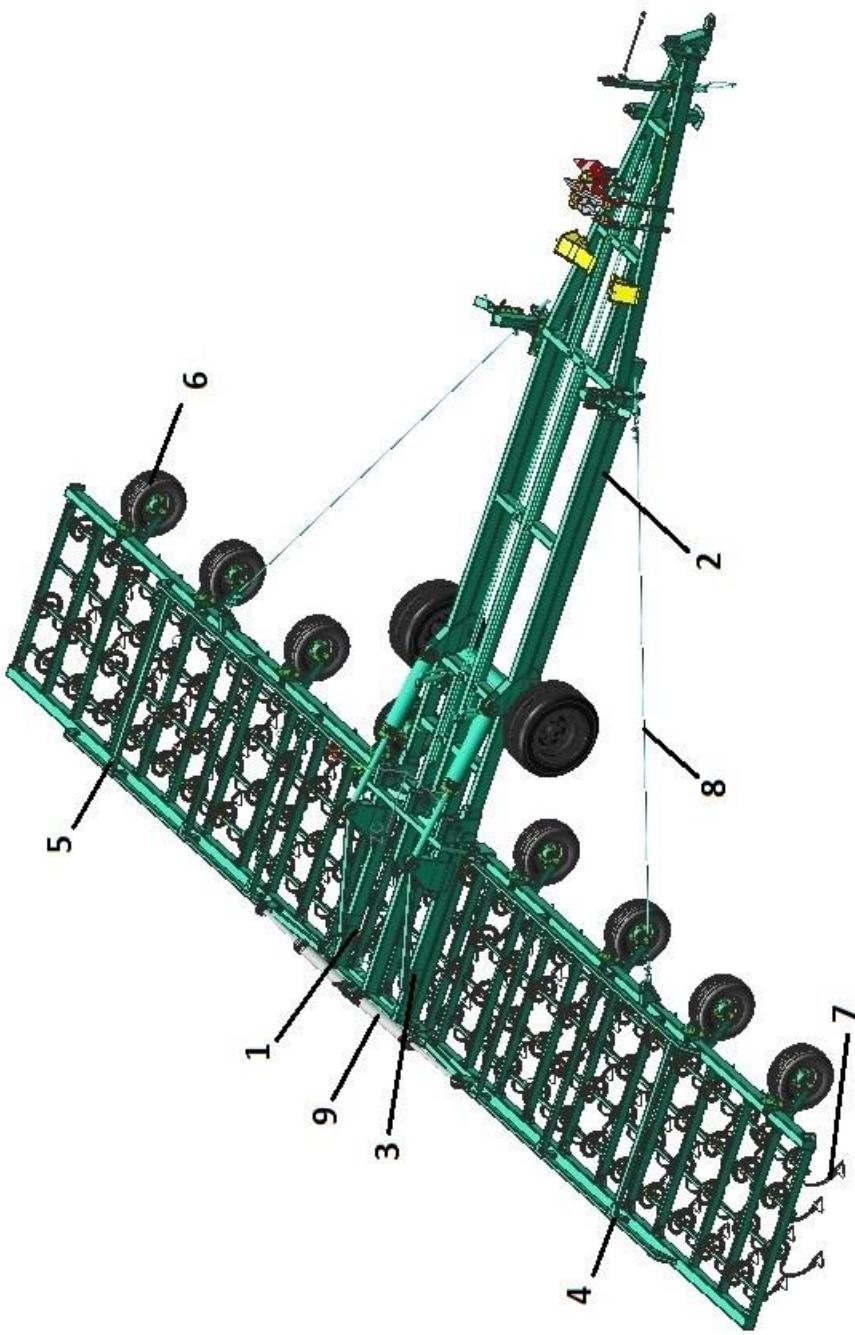

Рисунок 1 – Общий вид культиватора КПМ-12ПЕ в рабочем положении
3.1 Культиватор КПМ представляет собой полуприцепную машину, состоящую из: рабочего полотна 1, транспортной тележки 2, стяжек крыльев 8, гидросистемы 9 (рис. 1, 1а).
3.2 Рабочее полотно состоит (рис. 1) из центральной секции 3, крыла правого 4, крыла левого 5. На полотне установлены рабочие органы 7. На крыльях установлены копирующие колёса 6 с винтовой регулировкой глубины обработки. Глубина обработки центральной секции регулируется колесами транспортной тележки.
Рисунок 1а – Общий вид культиватора КПМ-10ПЕ в рабочем положении
(остальное см. рисунок 1)